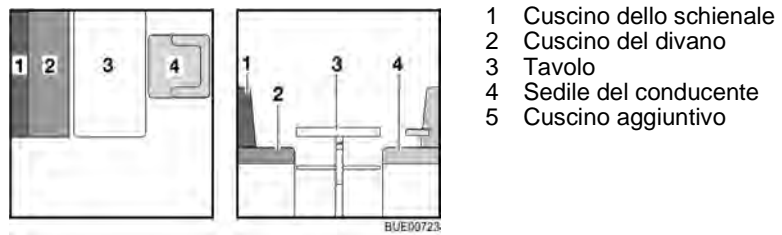

Fig. 106 Prima della trasformazione
- Ruotare il sedile del conducente (Fig. 106,4) e spostarlo completamente in avanti.
- Trasformare il tavolo (Fig. 106,3) in struttura di supporto letto (vedi paragrafo 6.10).
- Riporre il cuscino dello schienale (Fig. 106,1).